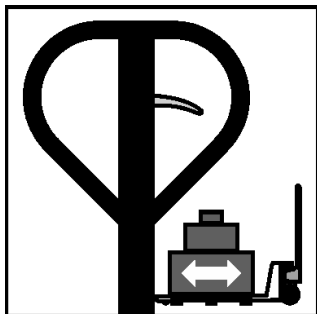

Fig. 8 – Transportando a carga
b. Posicione a alavanca no centro para transportar a carga, conforme fig. 8.